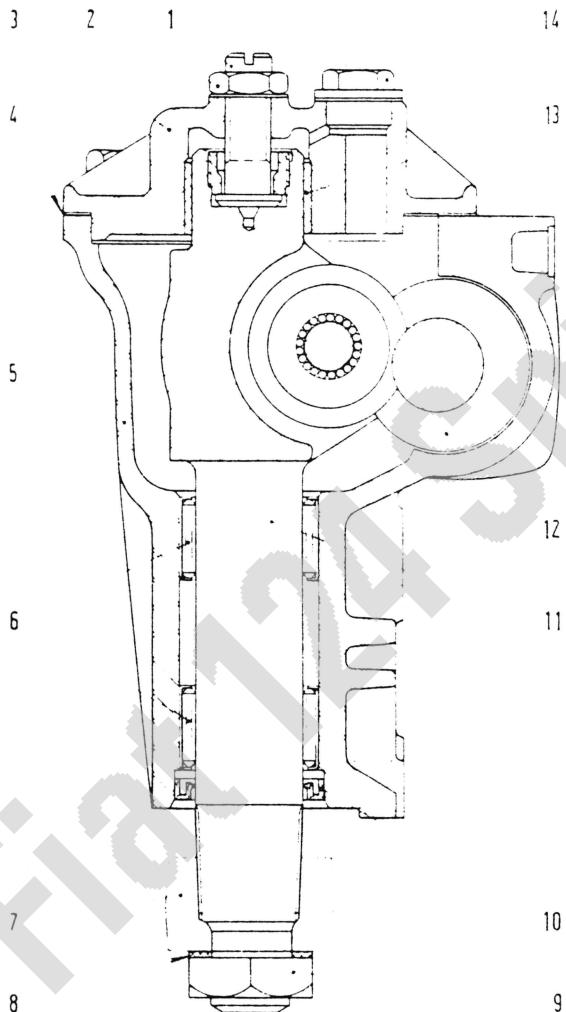
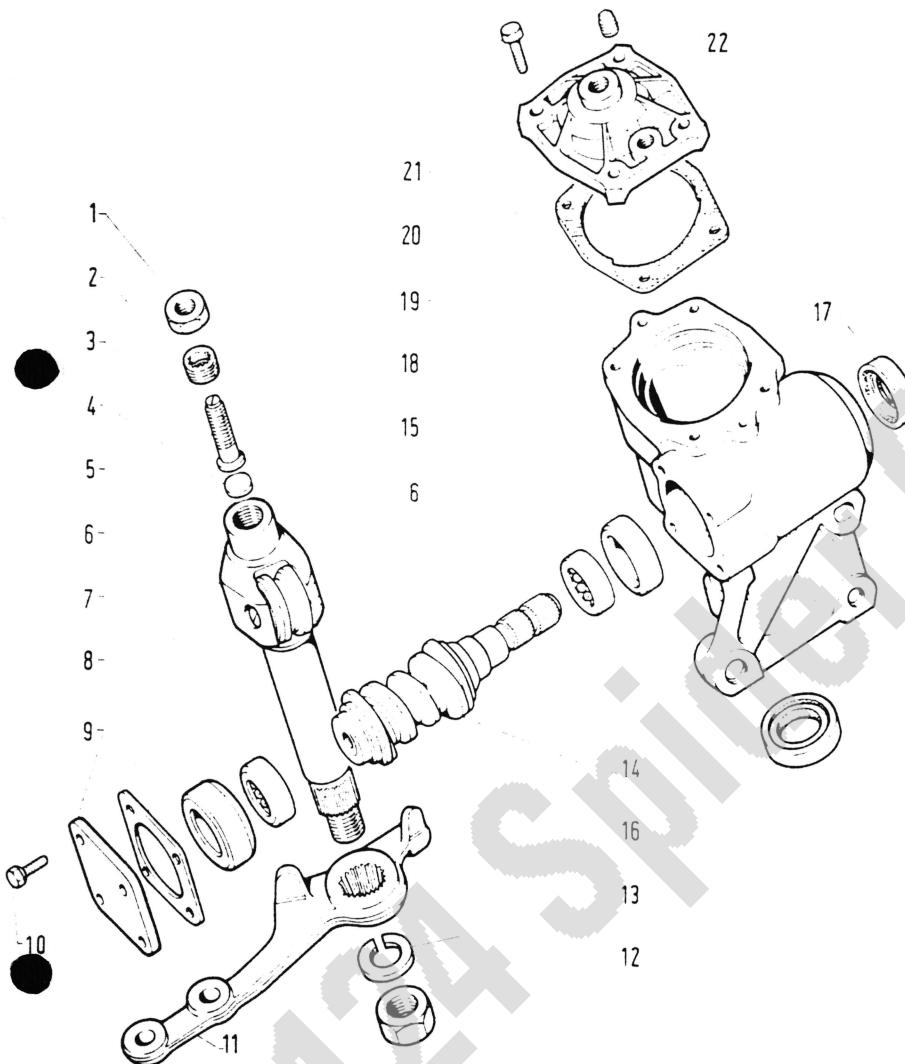

Abb. 95. - Schnitt des Lenkgetriebes, Ersatzteilbestellnummer 4167806, durch die Lenkrollenwelle.
Abb. 97. - Einzelbestandteile des Lenkgetriebes, Ersatzteilbestellnummer 4169064.
Im Werk werden abwechselungsweise zwei verschiedene Lenkgetriebe montiert, deren Bestellnummern folgende sind: 4169064 (Abb. 97) und 4167806 (Abb. 95 und 96).
Der Lenkstockhebel (7, Abb. 95) darf dabei nicht von der Rollenwelle (11) abmontiert sein.
- Die drehbare Unterlage wird mit dem Lenkgetriebe so gedreht, dass die Schnecke (12) und die darüber befindliche Schneckenrollenwelle (11) sich in waagerechter Stellung befinden.
- Die Lenkung auf Mittelstellung bringen, d. h. auf Geradeausfahrt. Diese Stellung erhält man dadurch, dass man die Schnecke bis zum Anschlag nach links dreht und dann bis zum Anschlag in die entgegengesetzte Richtung, wobei man die Anzahl der Umdrehungen zählen muss. Die gezählte Zahl dividiert man durch zwei und das Resultat gibt die Anzahl der Umdrehungen an, die man von einem Anschlag bis zur Mittelstellung durchführen muss. Die gefundene Stellung sollte man sich am Lenkrohr (12) anzeigen.
- Dann dreht man das Lenkrohr (12) zunächst nach rechts, jeweils nur eine Viertelumdrehung, um immer wieder zu prüfen, ob am Lenkstockhebel Spiel auftritt (der Lenkstockhebel muss dabei nur leicht gehalten werden). Wenn man auf diese Weise ein Spiel feststellt, dann notiere man sich die betreffende Stellung und dann kehre man in die Mittelstellung zurück. Daraufhin wiederholt man denselben Vorgang nach links. Das Spiel muss an beiden Seiten im gleichen Abstand von der Mittelstellung mit einer höchstzulässigen Abweichung von 2/4 Umdrehung beginnen.
- mit dem Schraubenzieher hält man die Stellschraube fest und löst gleichzeitig mit dem Schlüssel die Kontermutter (2, Abb. 95);